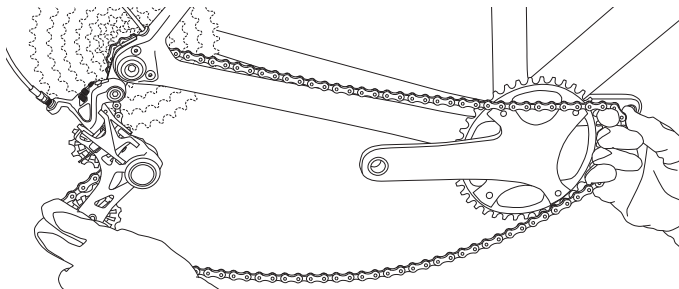

Fig.12
- Premete il bilanciante verso il basso per ridurre la tensione della catena e riposizionate la catena sull'ingranaggio (Fig. 12).